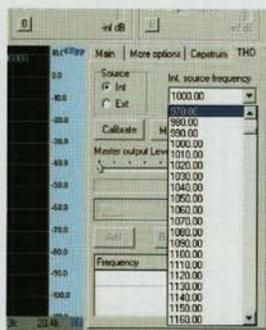

Figure 17 : Dans cette fenêtre vous devez cocher le mot **Int** et sélectionner la fréquence du signal BF utilisés pour la mesure, normalement égale à 1 kHz.
- à l'intérieur de cette fenêtre vous devez sélectionner l'option **INT**. Sélectionnez ensuite la **fréquence** de travail désirée, par exemple **1 kHz**, comme indiqué sur la figure 17 ;